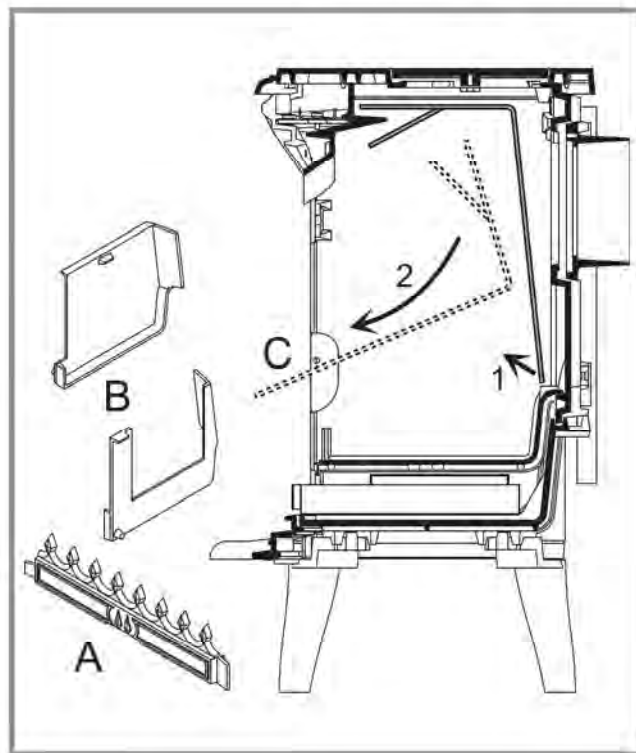
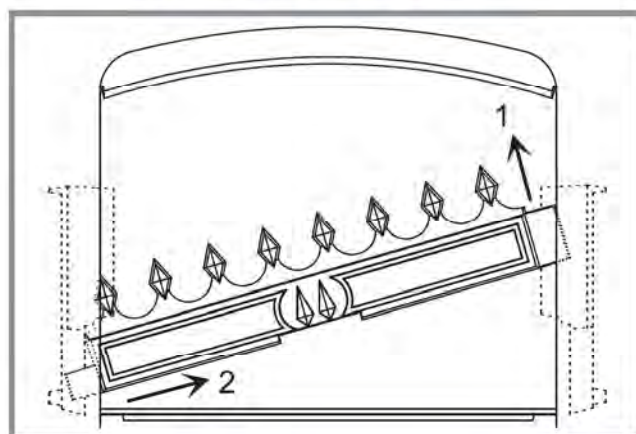

Figure 8 - Dépose de la chicane
Figure 9 - Dépose de la grille
- Déposer la grille de face (fig. 9, p. 7), les deux briques de côté (rep. 23 et 24, page 13) et la chicane (fig. 8, p. 7).
- Ouvrir la porte vitrée, éventuellement, ôter la grille de face (fig. 9), nettoyer toutes les parois de la chambre de combustion et nettoyer la grille de foyer.